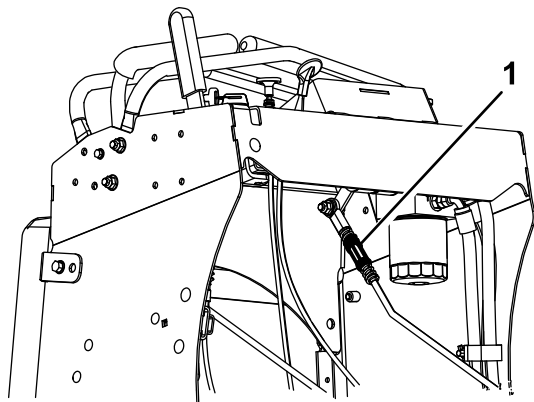

Figure 47
5. Tournez la tige de réglage du côté gauche de la machine (Figure 47).